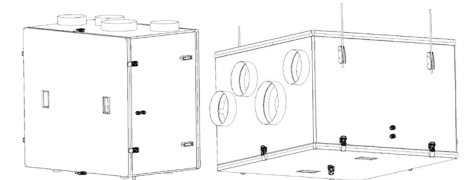

Рис. 3. Установка КСХ+ в стоячем и подвешенном рабочем положении
Снять четыре зажима (1) и удалить переднюю панель. Одновременно удерживать панель за ручки (2) – обозначения согласно рис. 3.
Обозначения как на рис. 3: